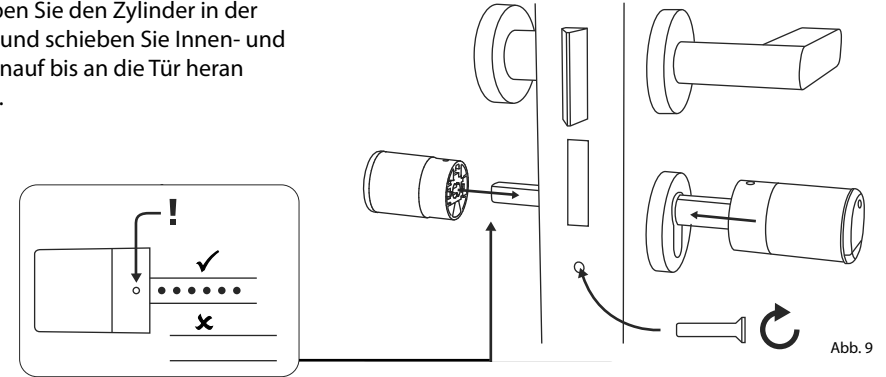

Abb. 9
⑥ Schrauben Sie den Zylinder in der Tür fest und schieben Sie Innen- und Außenknäuf bis an die Tür heran (Abb. 9).